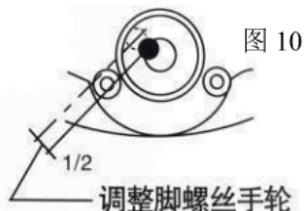

图 10
- a. 旋转脚螺丝手轮，使水泡向刻画圈中心移动偏移量的 $1/2$ 。(图 10)